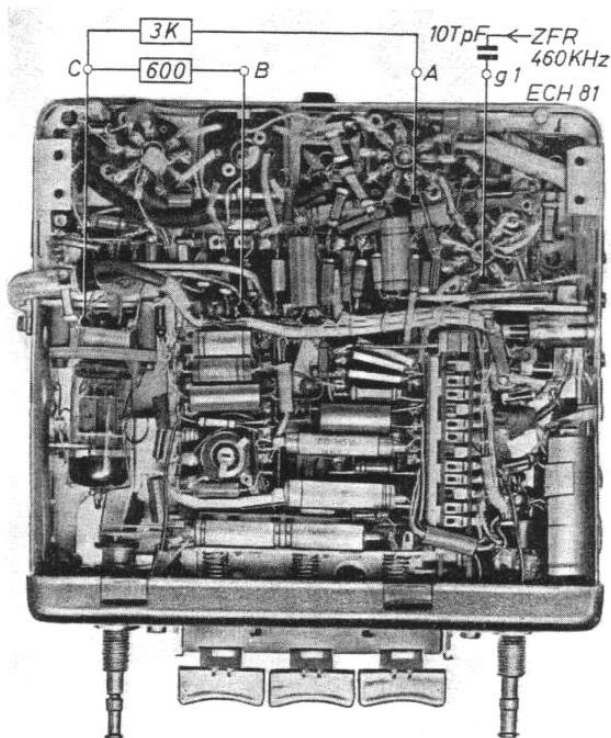

Abb. 6
- a) ZF. Meßsender über 10 000 pF an g_1 —ECH 81 ankoppeln (Abb. 6). ZF-Kreise in der angegebenen Reihenfolge wiederholt auf Maximum abgleichen. Meßsender über künstliche Antenne an Antennenbuchse legen. ZF-Sperrkreis auf Minimum abgleichen.
- Zur Einstellung des Gleichstromverstärkers wird ein Spannungsteiler nach Abb. 6 (siehe auch Schaltbild) an die Punkte A (+ Röhrenheizung EBF 89), B (-Leitung), C (Gitter ECC 85) angeschlossen und die Taste U gedrückt.